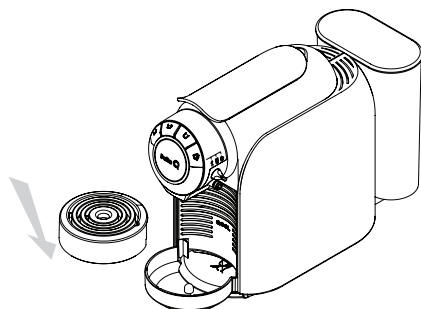

Fig. 12: Baixe a bandeja para apoio de xícaras.
- Caso a xícara seja mais alta, abaixe a bandeja para apoio de xícaras (ver **Fig. 12**).